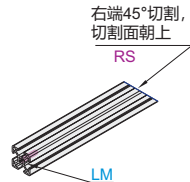

图3
AOB05-3030-L800-LP-RS (见图3)
**AOB05-3030-L800-LM-RS**（如图3）
AOB05-3030-L800-LE-Z5-A300-B80-C220-LD-Z5-A200 (图3)